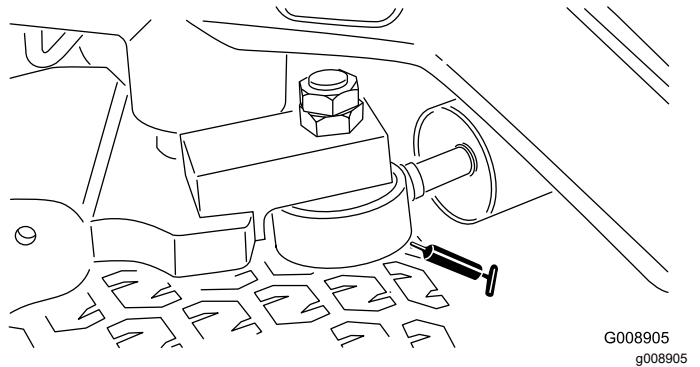

Figura 48
**Nota:** Si lo desea, puede instalar otro engrasador adicional en el otro extremo del cilindro de dirección. Retire el neumático, instale el engrasador, engrase, retire el engrasador y coloque el tapón (Figura 48).